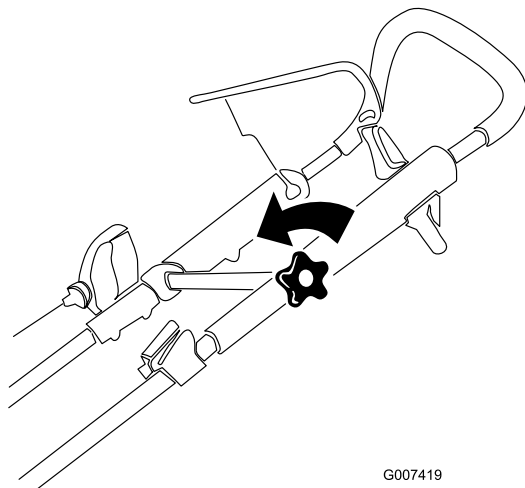

Figure 12
1. Desserrez le bouton de la partie supérieure du guidon (Figure 12).